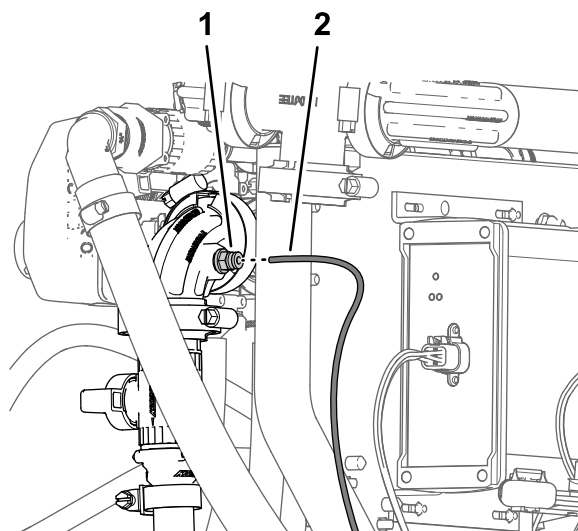

Figura 138
- Alinee el extremo del tubo del sensor de presión (plástico) del indicador de presión del salpicadero con el anillo de bloqueo del acoplamiento del tubo en el acoplamiento de 90° de la válvula de cierre de la lanza de mano o el Kit de carrete de manguera eléctrica (Figura 138).
- Inserte el tubo del sensor en el anillo de bloqueo hasta que el tubo esté correctamente asentado (Figura 138).